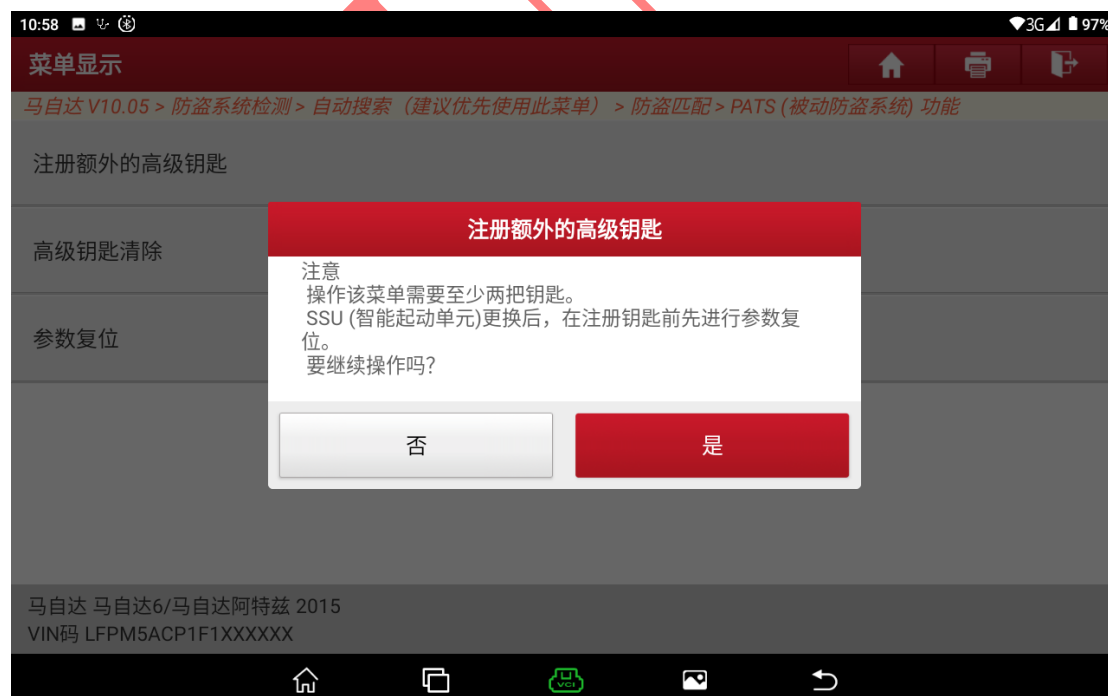

图 A11
9. 执行该功能前，先要执行【参数复位】功能，选择“否”退出功能，选择“是”进入下一步（图 A11）；